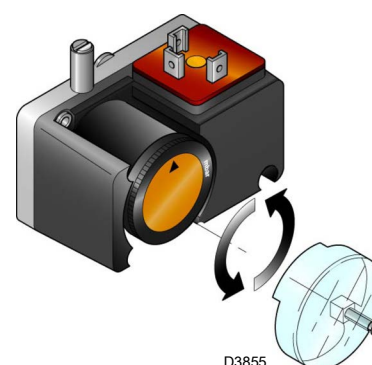

图 32
- 如果装有燃气泄漏检测控制装置 (PVP 组件) (图 32 页 36)，应根据组件本身提供的说明调整其压力开关。
如果装有燃气泄漏检测控制装置（PVP 组件）（图 32），应根据组件本身提供的说明调整其压力开关。